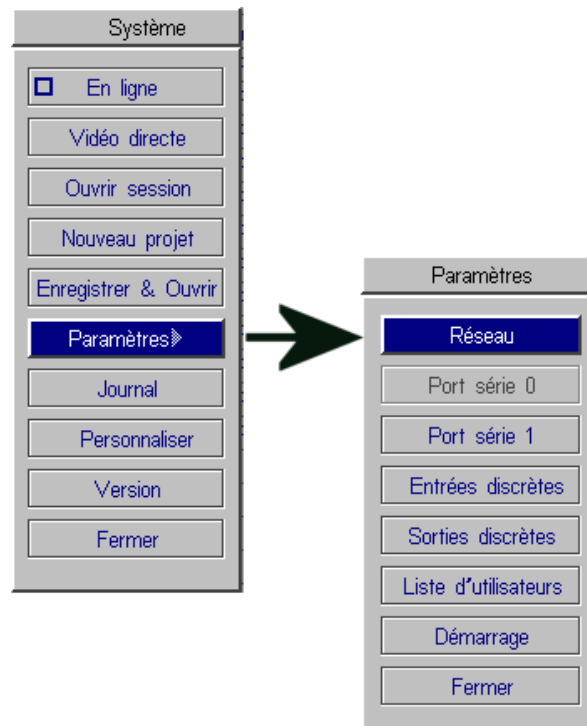

Figure 9. Menus Système et Paramètres
2. A partir du tableur In-Sight, ouvrez le menu Système et sélectionnez Paramètres (Figure 9).